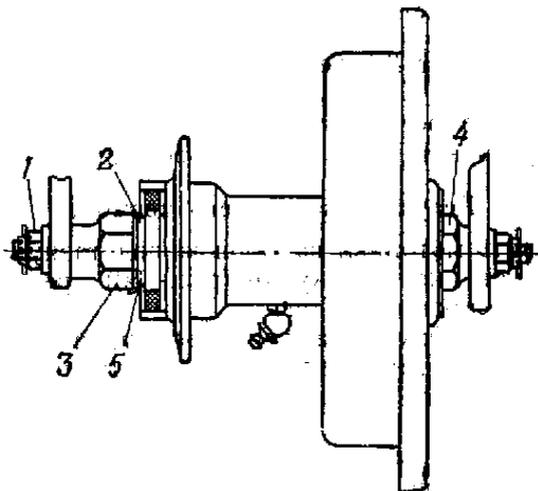

Рис. 32. Регулировка подшипников переднего колеса:
2. Расшплинтовать и отвернуть левую гайку 1 (рис. 32) оси колеса.